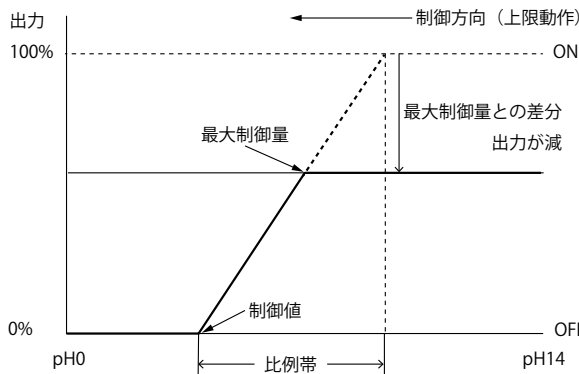

図 6
- 最大制御量** : 通常は測定値が比例帯に達すると制御が始まりますが、常に時分割制御することで、比例帯に達さずとも ON/OFF の割合を設定し制御することができます。(図 6 参照)
- 最大制御量** : 通常は測定値が比例帯に達すると制御が始まりますが、常に時分割制御することで、比例帯に達さずとも ON/OFFの割合を設定し制御することができます。(前ページ図6参照)